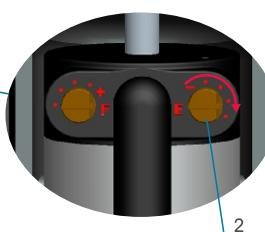

Рис.4
- облегчить разгибание голени, поворачивая регулировочный дроссель 2 по часовой стрелке (рис.4).